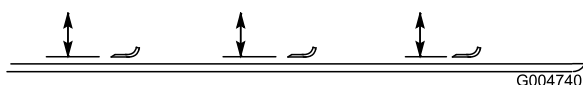

Figura 83
2. Girate la lama fino a disporla in parallelo con la lunghezza della macchina (Figura 83). Misurate la distanza tra l'interno dell'apparato di taglio e il tagliente sulla parte anteriore della lama. Ricordate questa misura.